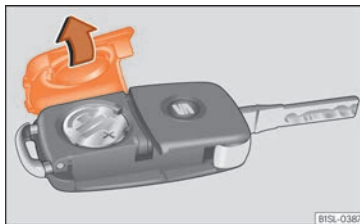

Abb. 129 Fahrzeugschlüssel: Deckel für Batteriefach.
Die Batterie befindet sich auf der Rückseite des Fahrzeugschlüssels unter einer Abdeckung »» **Abb. 129**.
- Abdeckung auf der Rückseite des Fahrzeugschlüssels » » Abb. 129 in Pfeilrichtung abnehmen » » ❶.
- Abdeckung wie gezeigt ansetzen » » Abb. 129 und entgegen der Pfeilrichtung auf das Fahrzeugschlüsselgehäuse drücken bis sie einrastet.